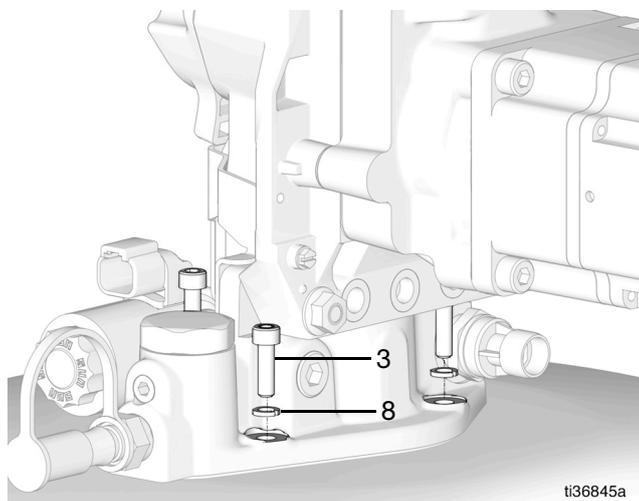

図 9
9. 4つのワッシャ (8) と4つのネジ (3) を、ポンプ、ガスケット、カバーと揃えます (図 9)。レンチを使用してしっかりと締め付けます。